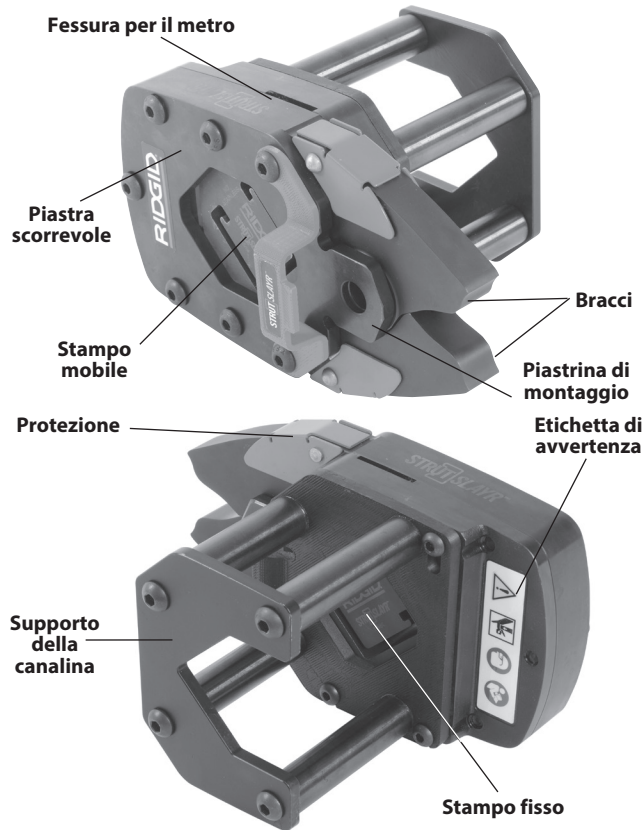

Figura 1 – Testa di taglio STRUTSLAYR
- Montaggio corretto e completo (Vedere figura 1).
- Presenza e leggibilità della decalcomania di avvertenza (Vedere Figura 1).